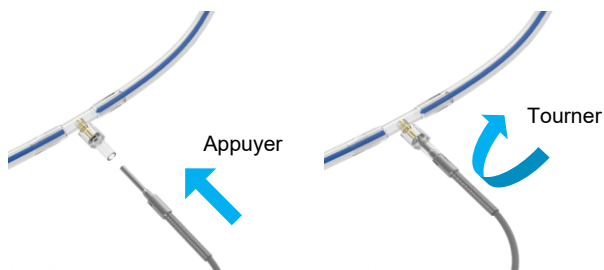

Figure 14 Raccordement du capteur de température au kit de perfusion
- Raccordez le capteur T2 à la ligne de perfusion, Figure 14 ; il est situé à la sortie du réservoir pour le rein.